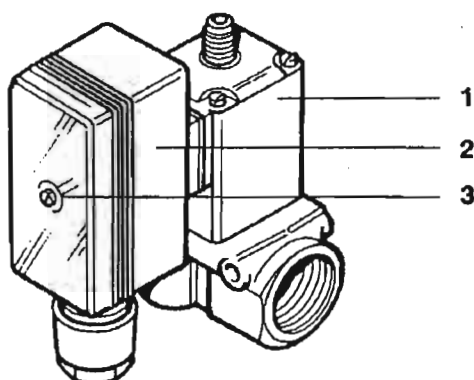

Рис.11 Соленоидный клапан с таймером
- Перед первым вводом в эксплуатацию или эксплуатацией после ремонта дайте компрессору поработать не менее 10 мин. с открытыми клапанами для слива конденсата (без давления), чтобы обеспечить надлежащую смазку всех деталей перед увеличением давления. Чтобы поддерживать сливной клапан открытым, ослабьте винт (3, рис.11) на обмотке (1) и вытяните таймер (2) из соленоидного клапана.